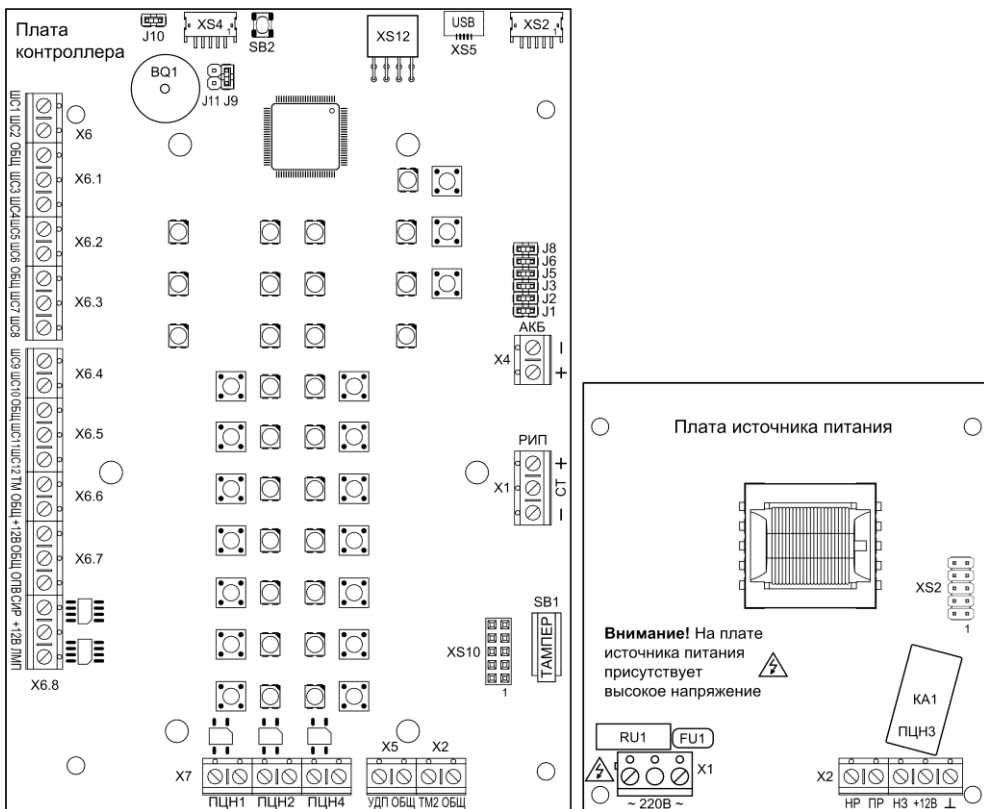

Рис.1 Плата контроллера Гранит-12А GSM (вид со снятой панелью индикации и управления) и плата источника питания
Прибор состоит из корпуса и съёмной крышки. В корпусе расположены плата контроллера, плата источника питания (рис.1) и коммуникатор (п.10). На плате контроллера установлена панель индикации и управления (рис.2).
3.1 На плате контроллера (рис.1) расположены следующие элементы:
3.3 На плате источника питания (рис.1) расположены следующие элементы: